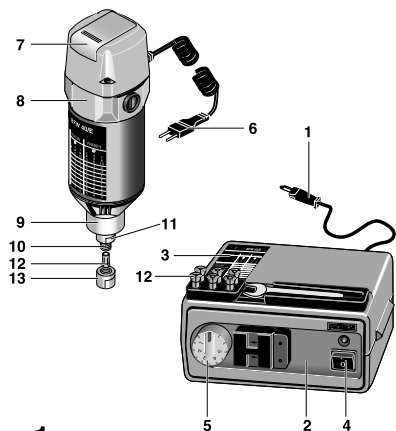

Fig. 1
Legende (Fig. 1):
5. Fräsmotor durch Druck auf den Tastschalter **7** (Fig. 1) einschalten.